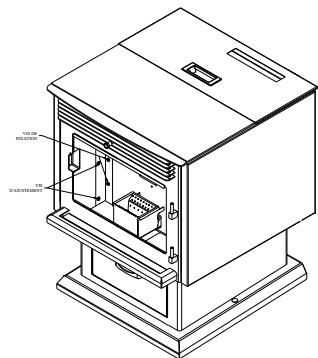
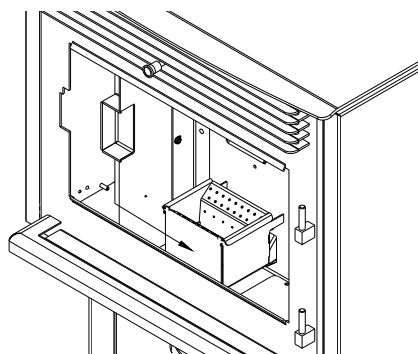
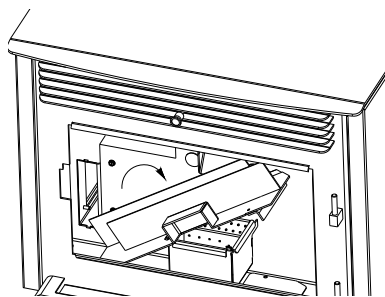
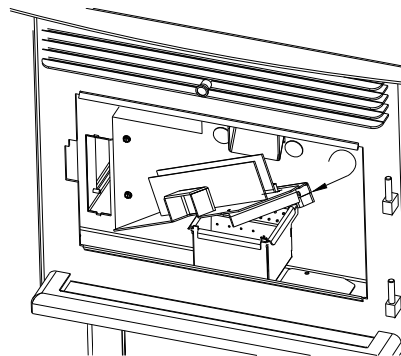

Figure 21
Figure 22
Figure 23
Figure 24
- Parois de la chambre à combustion:** De façon périodique, il est important de nettoyer les cendres qui peuvent s'être accumulées derrière les parois de la chambre à combustion. Commencez par enlever les panneaux d'imitation de maçonnerie, lesquels sont simplement tenus en place par des clips. Nettoyez les parois et enlevez les cendres à l'aide d'un aspirateur. Vous remarquerez une trappe d'accès rectangulaire située à l'arrière de la paroi gauche. Retirez le panneau à l'aide d'un tournevis. Desserrez les vis d'ajustement et ensuite retirez les vis de fixation (Figure 21). Glissez le mur vers la droite (Figure 22), Basculez (Figure 23) et retirez le de la chambre à combustion. À l'aide de l'embout d'aspirateur, nettoyez la trappe d'évacuation (Figure 24). **RÉPÉTEZ CETTE OPÉRATION DE NETTOYAGE AU MOINS UNE FOIS PAR TONNE DE GRANULES BRÛLÉES, ET CE JUSQU'À CE QUE VOUS SOYEZ FAMILIER AVEC LE NIVEAU D'ACCUMULATION DES CENDRES DANS VOTRE APPAREIL.**